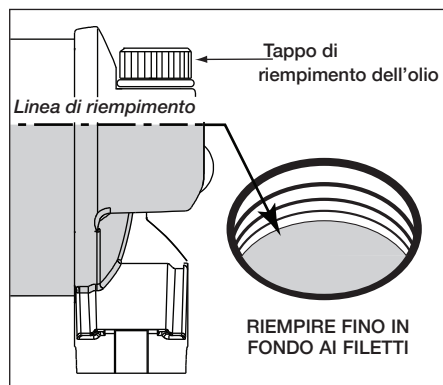

Figura 16, Livello Serbatoio dell'olio
3. Controllare Il livello dell'olio. Vedere la Figura 16. Se Il livello dell'olio è basso, aggiungere dell'olio aggiuntivo fino a che Il livello dell'olio è sopra all'ultimo filetto dell'apertura del tappo di riempimento dell'olio.